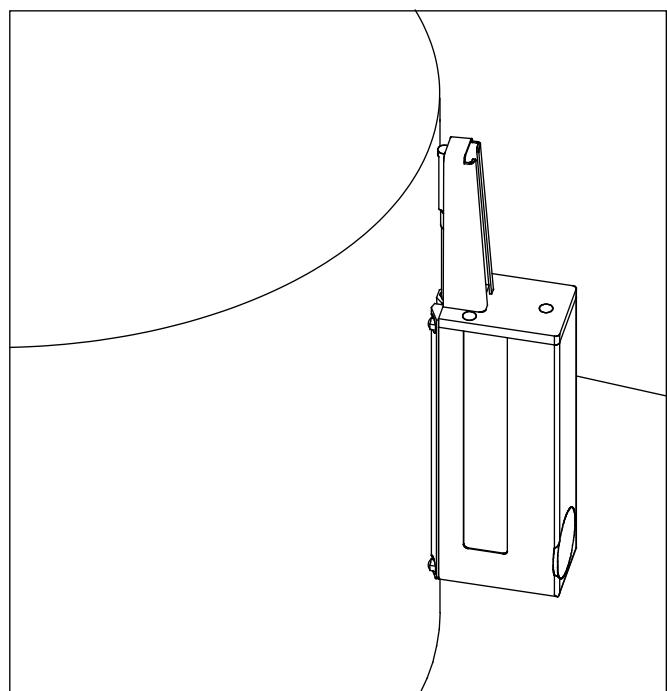

Fig. 10
- Spingere manualmente l'unità traslatrice sulla superficie verticale. A seconda del compito di misura, è possibile tenerla in verticale (*v. fig. 10*) o in orizzontale.